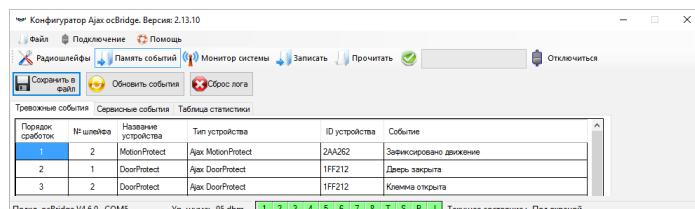
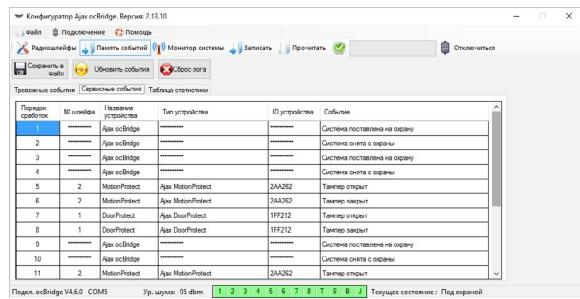
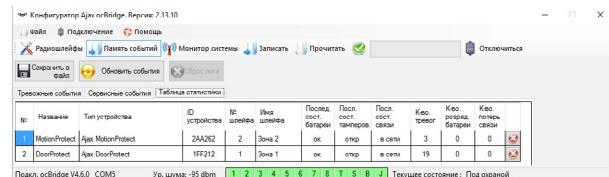

РИС. 12. Журнал тревожных событий
РИС. 13. Журнал сервисных событий
РИС. 14. Таблица статистики
5.6. Вкладка «Память событий» хранит сведения о произошедших тревожных событиях (РИС. 12), сервисных событиях (РИС. 13) и таблицу статистики (РИС. 14). Возможно обновить информацию в журналах событий или очистить их кнопкой «Сброс лога». Журнал содержит до 50 тревожных и 50 сервисных событий. Журнал событий клавишей «Сохранить в файл» можно сохранить в .xml формате, который открывается программой Excel.
Благодаря таблице статистики (РИС. 14) легко контролировать важную информацию по каждому из датчиков: нахождение датчика в конкретной зоне и вообще в сети приема; видеть состояние батареи в любом из датчиков; отслеживать фиксацию тамперных кнопок на всех датчиках; увидеть какой именно датчик и сколько раз генерировал тревогу; оценить устойчивость связи по колонке информации о потерях сигнала. В этой же таблице отображается служебная информация – название датчика, тип устройства, его идентификатор ID, № шлейфа/имя зоны.